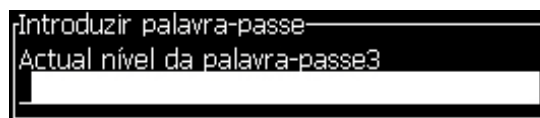

Figura 4-11: Caixa de diálogo *Digitar senha*
- 1 Pressione *Alt+W* e selecione a opção *Digitar Senha* no menu *Senha*. A caixa de diálogo *Digitar Senha* é exibida (veja a Figura 4-11).